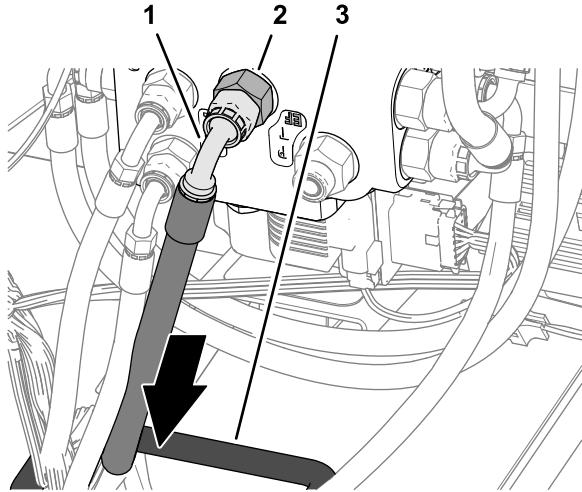

Bild 122
2. Führen Sie das Ende des Tankrücklaufschlauchs 10 x 2921 mm durch die Tülle in der Bodenplatte (Bild 122).
3. Montieren Sie das 90°-Anschlussstück des Tankrücklaufschlauchs 10 x 2921 mm auf das Anschlussstück des Anschluss EF des EHI-Lenkventils und ziehen Sie das Schlauchanschlussstück fest (Bild 122).